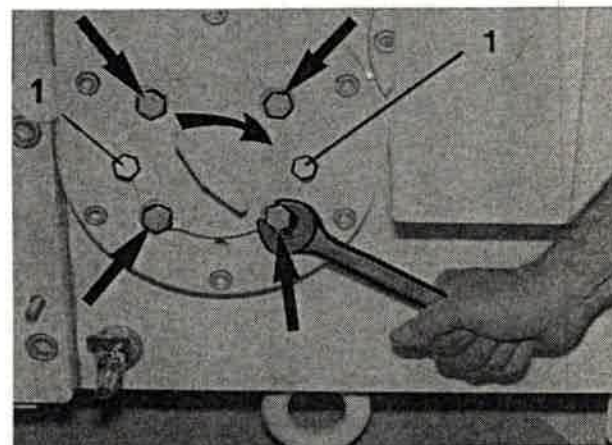

Bild 105
3. Befestigungsschrauben (Bild 105/Pfeile) des Filtereinsatzes herausschrauben und Filtereinsatz durch Hineindreihen der Schrauben (Bild 105/1) aus dem Gehäuse herausdrücken.